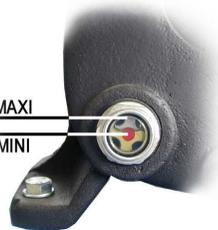

Fig. 1
Pour toute communication avec le distributeur, nous vous prions d'indiquer les données de la plaque d'identification du produit [fig.1] appliquée sur un coté du compresseur.
PLAQUE D'IDENTIFICATION DU PRODUIT [fig.1]
- ➔ Contrôle niveau ou vidange d'huile: Pour la longévité du groupe de compression et du moteur. (Fig. 1 et Fig.8)